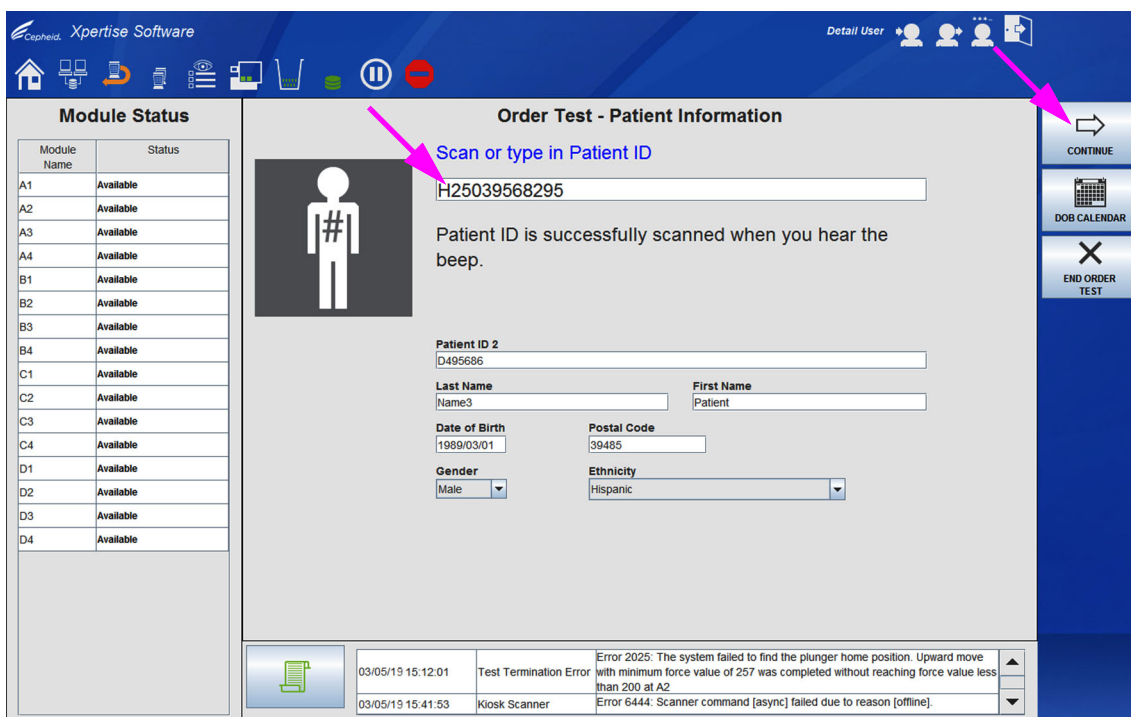
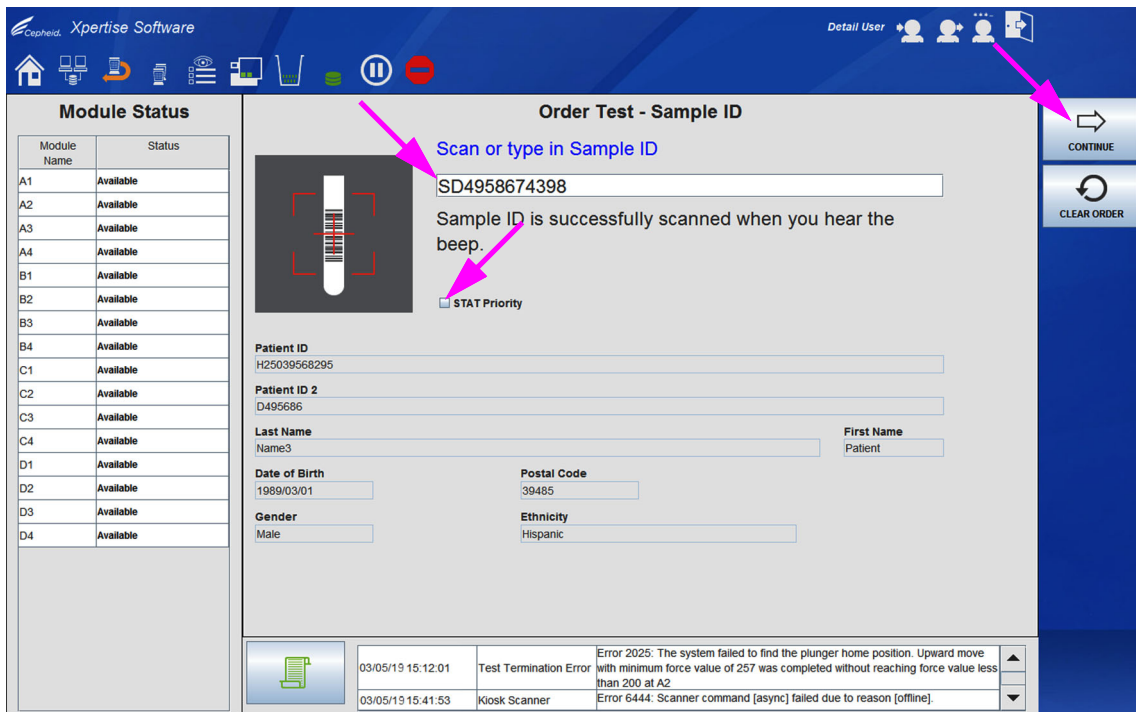
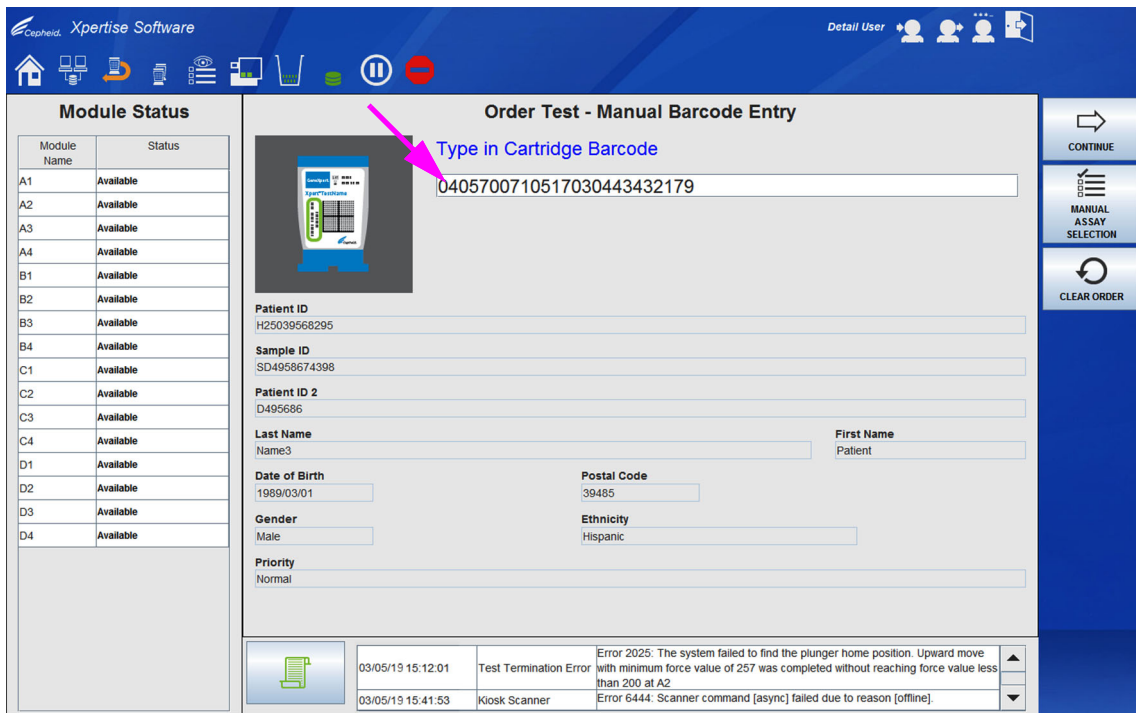

図 5-53. テストのオーダー – 患者 ID ワークスペース
図 5-54. テストのオーダー - サンプル ID ワークスペース
図 5-55. テストのオーダー - 手動バーコード入力ワークスペース
患者 ID が有効になっている場合、テストのオーダー - 患者 ID（Order Test - Patient ID）ワークスペースが表示されます。図 5-53 を参照。患者 ID が有効になっていない場合、テストのオーダー - サンプル ID（Order Test - Sample ID）ワークスペースが表示されます。図 5-54 を参照。
- A. テストのオーダー – 患者情報 (Order Test – Patient Information) ワークスペースで、**患者 ID (Patient ID)** を入力します (患者情報 (Patient Information) ワークスペースが有効になっている場合)。図 5-53 を参照。
- B. **患者 ID 2 (Patient ID 2)** が有効になっている場合は、**患者 ID 2 (Patient ID 2)** の情報を入力します。図 5-53 を参照。
- C. 患者名フィールドが有効になっている場合は、各フィールドに患者の姓名を入力します。図 5-53 を参照。
- D. 患者の人口統計学フィールドが有効になっている場合は、**生年月日 (Date of Birth)** 情報を入力します。図 5-53 を参照。
- a. 生年月日 (Date of Birth) ワークスペースを使用して生年月日を入力するには、テストのオーダー - 患者情報 (Order Test - Patient Information) ワークスペースの**生年月日暦 (DOB CALENDAR)** ボタンを選択します (図 5-53 を参照)。生年月日 (Date of Birth) ワークスペースが表示されます。図 5-29 を参照。
- e. **OK** ボタンをタッチします。生年月日 (Date of Birth) ワークスペースが閉じ、日付がテストのオーダー - 患者 ID (Order Test - Patient ID) ワークスペースの**生年月日 (Date of Birth)** フィールドに配置されます。図 5-53 を参照。
3. **続行 (CONTINUE)** ボタンを選択します (図 5-53 を参照)。テストのオーダー - サンプル ID (Order Test - Sample ID) ワークスペースが表示されます。図 5-54 を参照。
4. サンプル ID を入力します (図 5-54 を参照)。サンプルを迅速に処理する必要がある場合は、**STAT 優先 (STAT Priority)** チェックボックスを選択選択します。テストのオーダー - 手動バーコード入力 (Order Test - Manual Barcode Entry) ワークスペースが表示されます。図 5-55 を参照。
5. 図 5-55 に示すように、完全なカートリッジバーコードを入力し、**続行 (CONTINUE)** ボタンを選択します。カートリッジバーコードを手動で入力する方法の詳細については、セクション 5.6.3.1、テストをオーダーするためのバーコードの手動入力を参照してください。マルチテストアッセイの場合、テストのオーダー – アッセイの選択 (Order Test – Assay Selection) ワークスペースが表示されます (図 5-56 を参照)。シングルテストアッセイの場合、テストのオーダー – テスト情報 (Order Test – Test Information) ワークスペースが表示されます。図 5-57 を参照。
10. カートリッジがスキャンされるとすぐに、テストのオーダー - 患者 ID (Order Test - Patient ID) ワークスペースが表示され、オペレーターは次のテストに入ることができます。図 5-53 を参照。